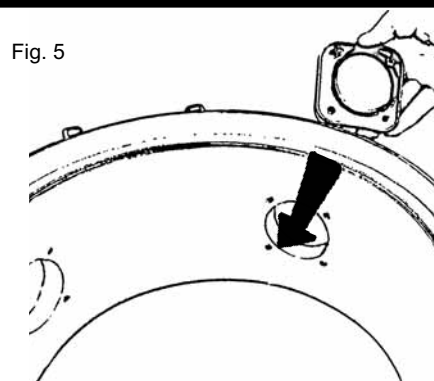

Fig. 5
4. Placez l'enclencheur pour tuyau d'aspiration dans le nouvel orifice. N.B.! l'enclencheur porte la mention « UP » (haut). Assurez-vous de le positionner en respectant cette orientation. Fixez l'enclencheur en mettant en place les quatre vis et en les serrant, fig. 5.